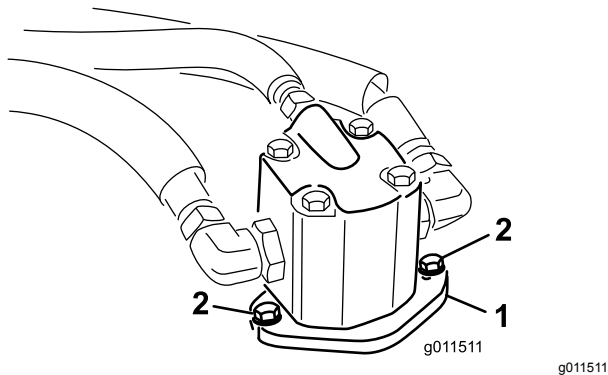

Figure 114
4. Enlevez les boulons qui fixent le moteur hydraulique au plateau de coupe (Figure 114).